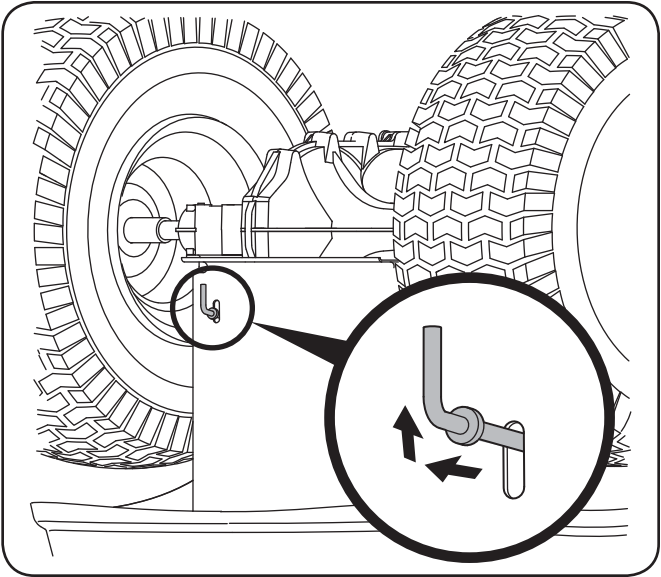

Figure 3-1
- 1. Repérez la tige de la soupape hydrostatique de dérivation sur l'arrière du tracteur. Voir la Figure 3-1.